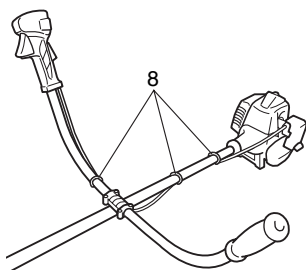

Fig. 5
Acople el tubo de protección al eje de distribución o al asidero mediante las fijaciones de cable (8). (Fig. 5)